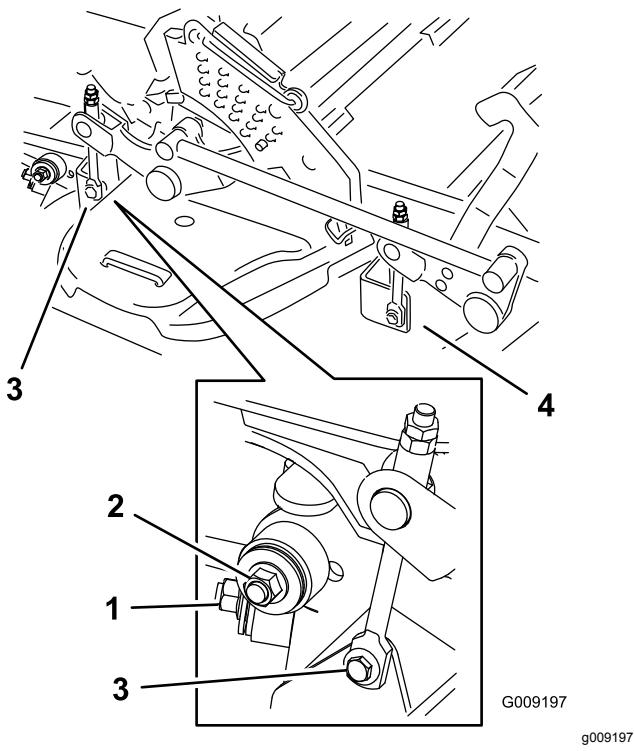

Figura 107
- Rimuovete e conservate la bulloneria su ambo i lati del piatto di taglio (Figura 107).